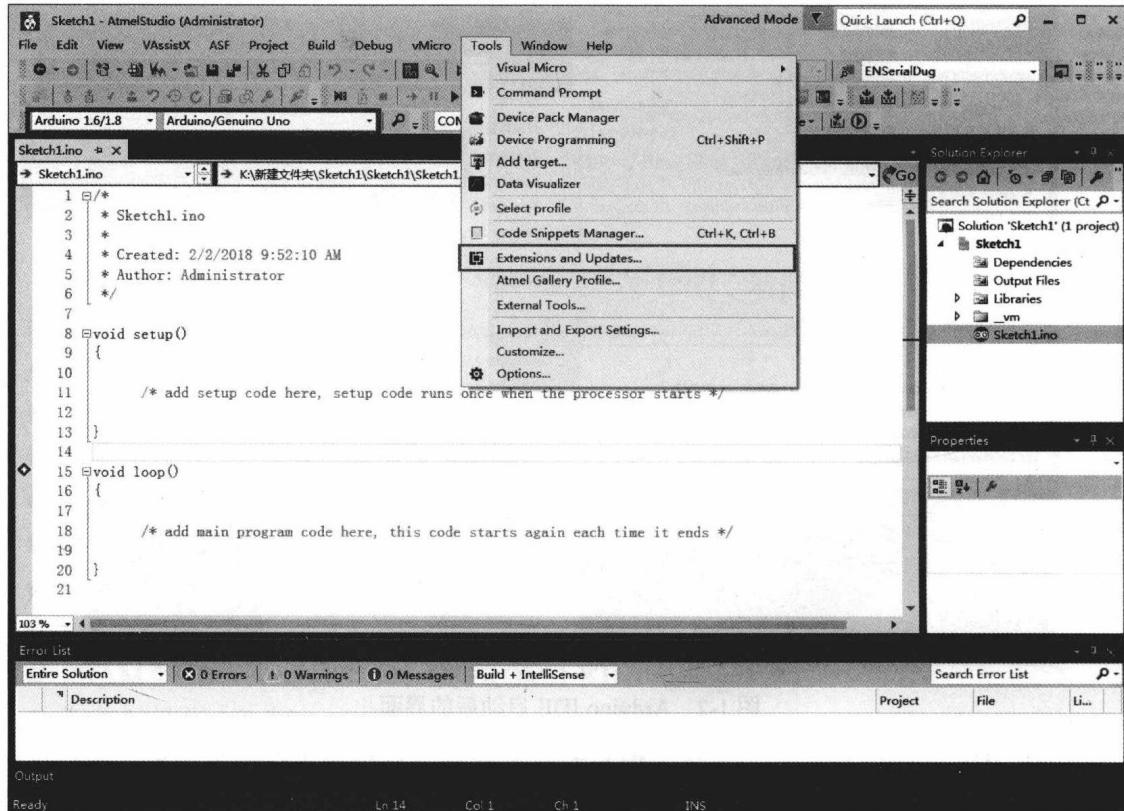

图 1-3 完成安装并启动 Atmel Studio 7 后显示的主界面
(1) 下载安装 Atmel Studio (当前版本为 7.0)。由于 Atmel 已并入 Microchip，其下载地址为 <https://www.microchip.com/avr-support/atmel-studio-7> (当前版本文件为 as-installer-7.0.1645-full.exe, 887MB)。安装 Atmel Studio7 时，第 1 步可能会出现 Windows Update 出错，对此要根据提示补全相关补丁。图 1-3 是完成安装并启动 Atmel Studio 7 后显示的主界面。